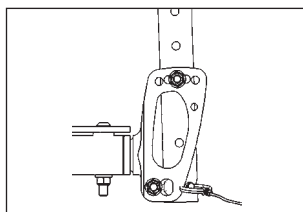

Figure 2
2. Le trou dans le tube de dossier doit être aligné sur le trou de la pièce de fixation, de manière à régler l'angle de dossier (Figure 2).